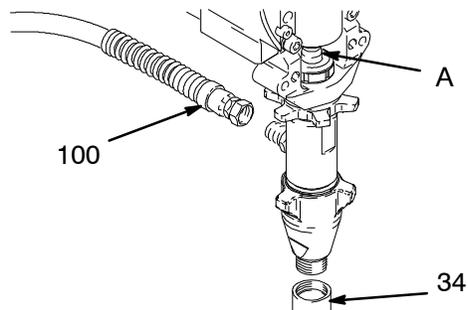

Fig. 15
3. Fig. 15. Faça funcionar a biela da bomba (A) na posição inferior.
4. Fig. 15. Retire os tubos de sucção (34) e (100).